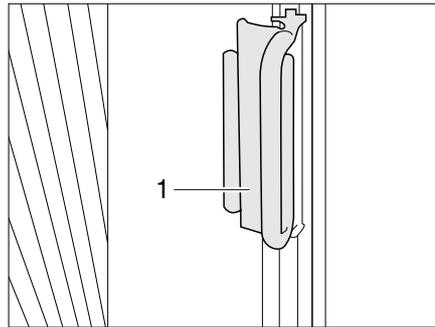

Bild 8 Griff faltverdunklung Fahrer-/Beifahrerfenster
- Die faltverdunklungen für das Fahrerfenster und das Beifahrerfenster mit dem Griff (Bild 8,1) auf den Aufsatz schieben. Die faltverdunklung ist gesichert.